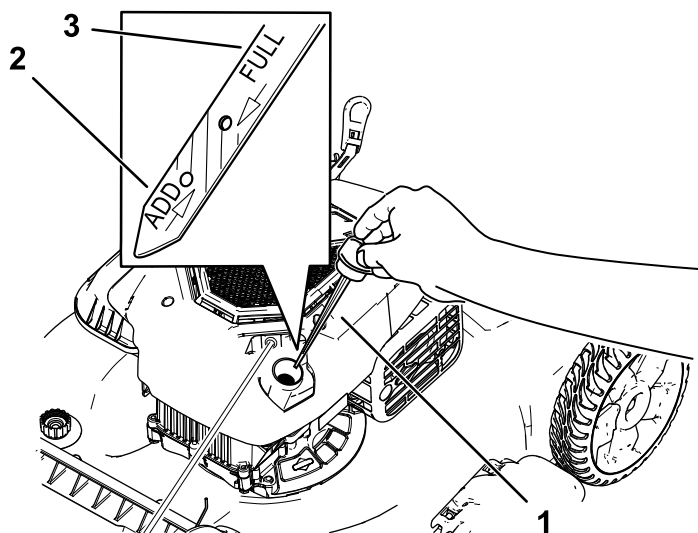

Figure 26
3. Tournez le bouchon dans le sens antihoraire et sortez la jauge (Figure 26).
10. Relevez le niveau d'huile indiqué sur la jauge (Figure 26).